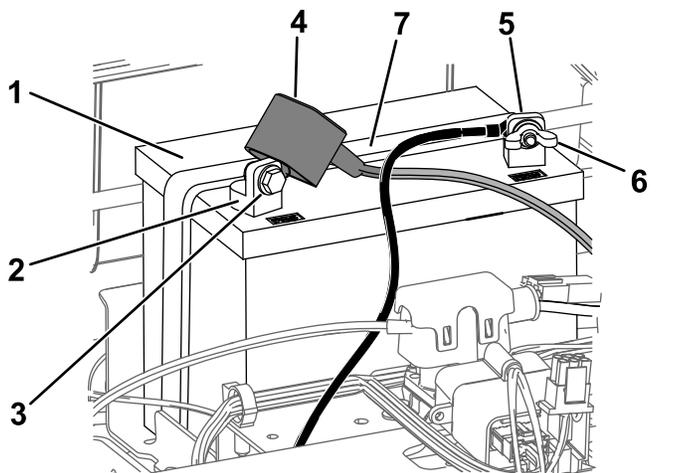

Figura 48
4. Desligue o cabo negativo (preto) do pólo da bateria (Figura 48).
6. Desligue o cabo positivo (vermelho) do pólo da bateria (Figura 48).
7. Retire o suporte da bateria (Figura 48) e levante a bateria para a retirar da respetiva plataforma.
1. Posicione a bateria no tabuleiro (Figura 48).
5. Prenda a bateria ao suporte (Figura 48).